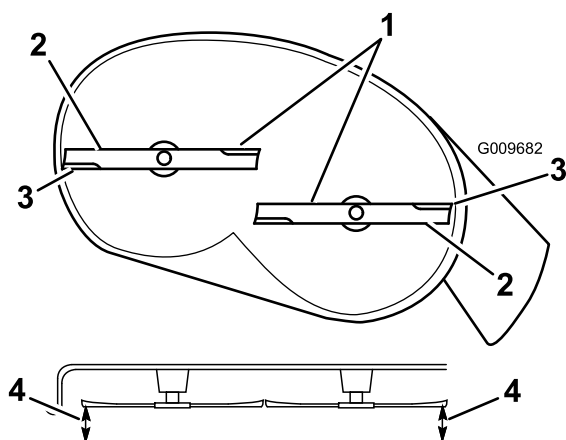
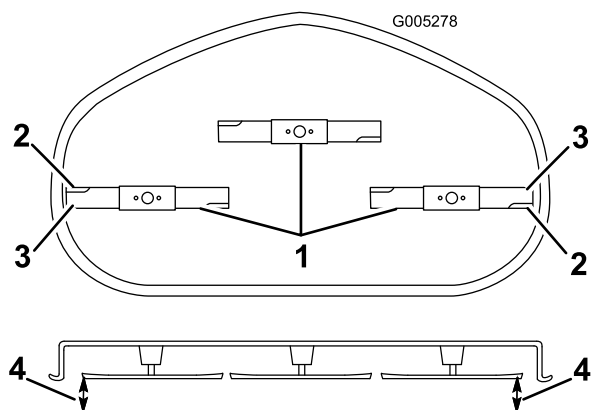

Figure 59
Figure 60
4. Faites pivoter les lames avec précaution pour qu'elles soient toutes parallèles (Figure 59 et Figure 60).
5. Mesurez la distance entre les tranchants extérieurs et la surface plane (Figure 59 et Figure 60). Si les deux mesures diffèrent de plus de 5 mm, un réglage s'impose. Poursuivez la procédure.